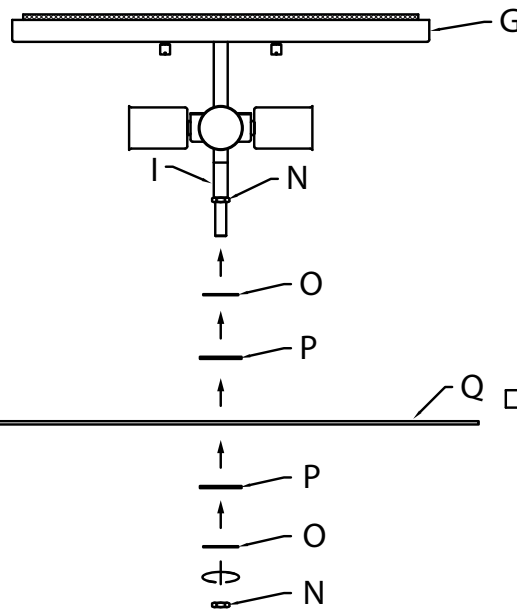

Fig. 2
- Passez d'abord une rondelle en acier [O] sur les filets du tube central [I] puis une rondelle en caoutchouc [P] sur les filets du tube central (Fig. 2).